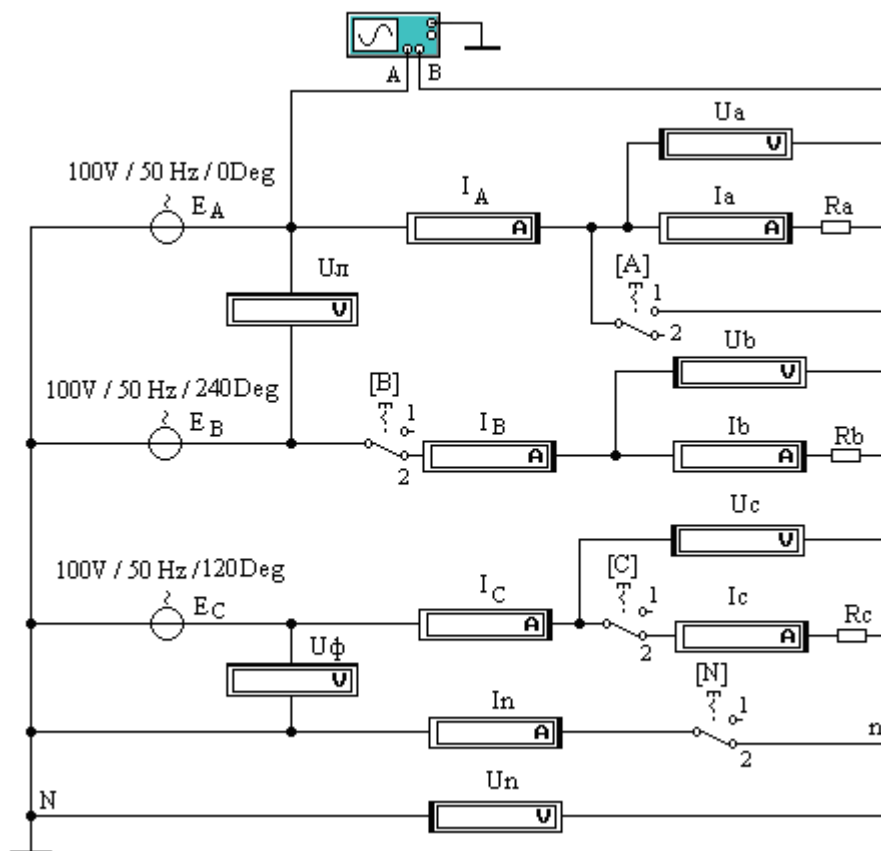

Рисунок 1 - Схема трехфазной цепи соединение по схеме «звезда»
1. Собрать схему электрической цепи (рисунок 1).
5. В схеме электрической цепи (рис. 1) переключатель N перевести в положение 1 (нажать на клавиатуре клавишу N).
8. В схеме цепи (рис. 1) переключатель N перевести в положение 2